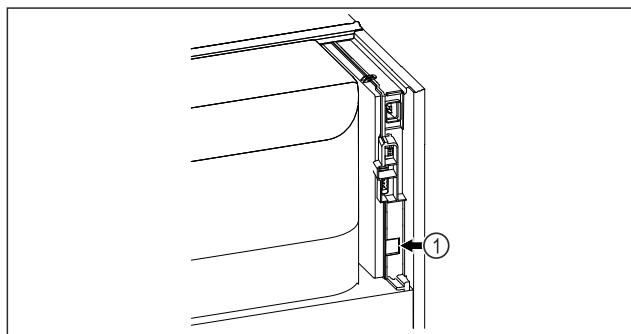

Fig. 139
- SmartModule Fig. 139 (1) je nasadený.